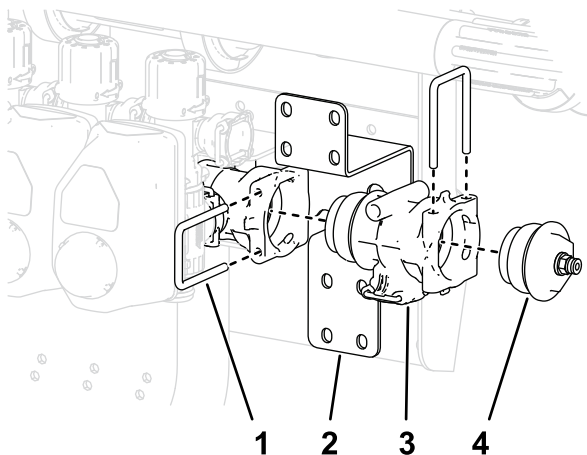

Figure 35
3. Retirez l'étrier qui fixe le chapeau de raccord et le raccord d'accouplement au bout de la section de vanne (Figure 35).